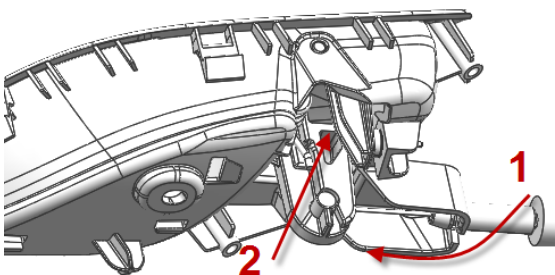

图8-1-6内开拉锁拆卸示意图
(4) 如图8-1-6，按箭头1所示方向绕拉锁端部的销子旋转内开拉锁，最后沿箭头2方向将门锁线束端部的销子从内扣手柄孔中拔出。